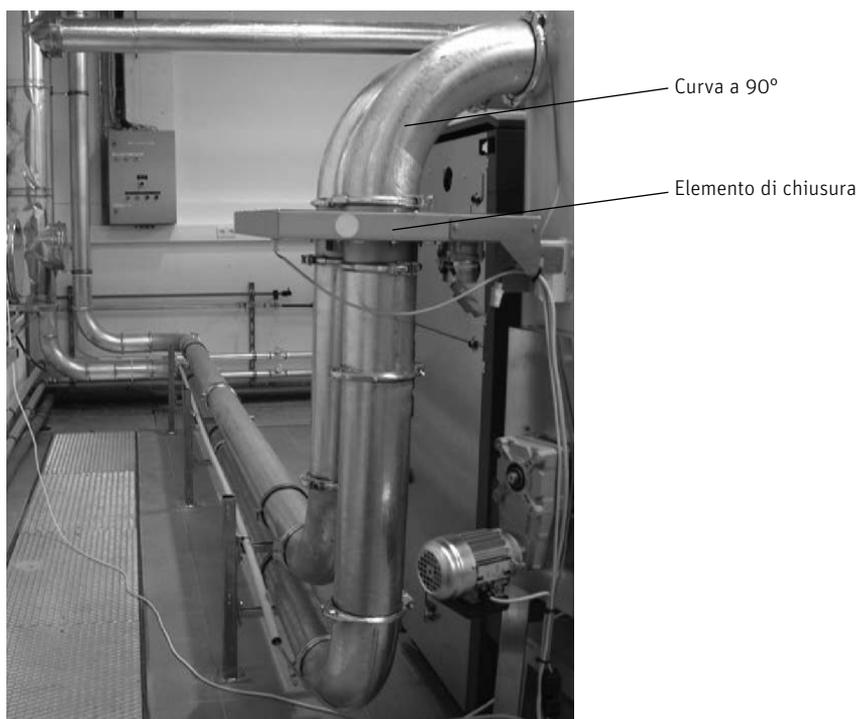

Fig. 176 Posare i tubi
- Montare i tubi sull'elemento di chiusura della caldaia – Fig. 176.